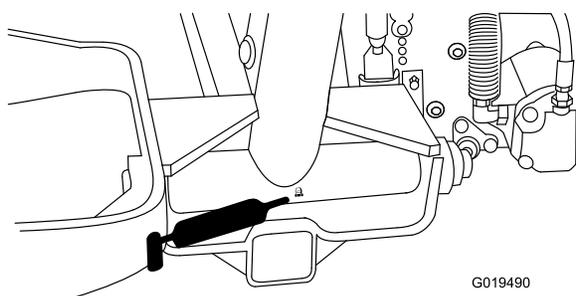

Figura 46
- Articulação do braço de elevação (3) (Figura 46)